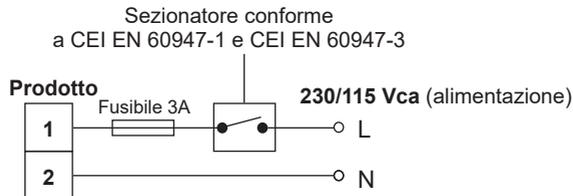

Fig. 4
3. Tutti i fili sotto tensione devono essere provvisti di fusibili (vedere Fig. 4 e 5).